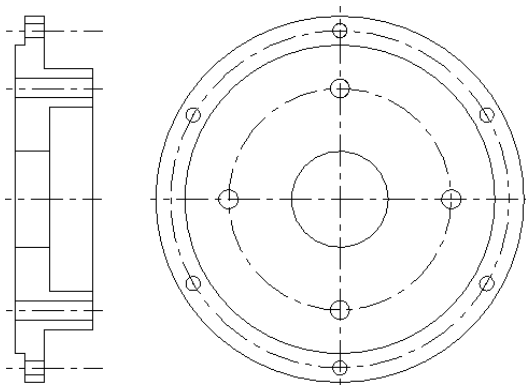

图 5-86 旋转小圆
⑨ 旋转小圆。单击“转换”工具栏中的“旋转”按钮 ，选取直径为 20 的圆孔，再按回车键，在弹出的“旋转选项”对话框内输入次数为 4，选中“总旋转角度”选项，在角度输入框内输入 360。单击对话框内的基点选取按钮  选中大圆的圆心点作为旋转基点，以复制的形式进行旋转，然后单击对话框内的“应用”按钮。再按同样的方法将直径为 15 的圆进行旋转操作，次数为 6，再单击“确定”按钮 ，其操作结果如图 5-86 所示。